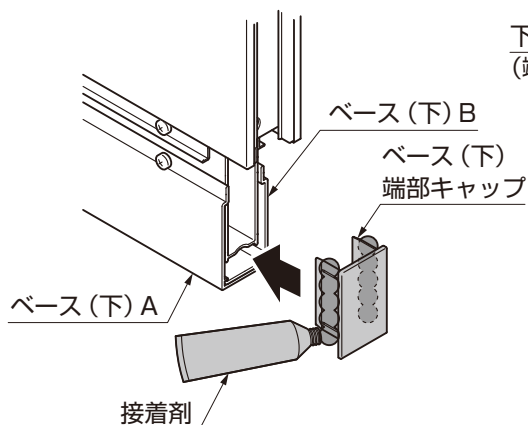

図3-5
- ①ベース下端部キャップに接着剤を塗布し、ベース (下) A、Bに取付けてください。(図3-5参照)